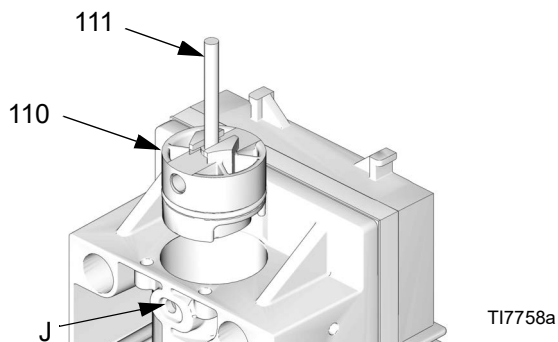

FIG. 10. Rimuovere i fermi del pistone
3. Vedere FIG. 10. Rimuovere i perni di ritenzione (111) dai rispettivi fori (J). Invertire i perni e far scorrere le teste negli slot sui fermi del pistone (110). Utilizzare i perni per estrarre i fermi del pistone.